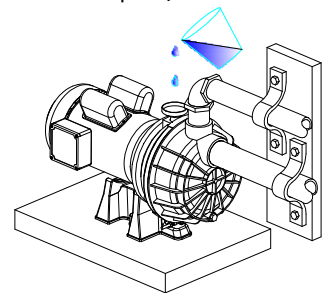

Figure 7
- Remplir la pompe et le tuyau d'aspiration avec de l'eau (voir figure 7)